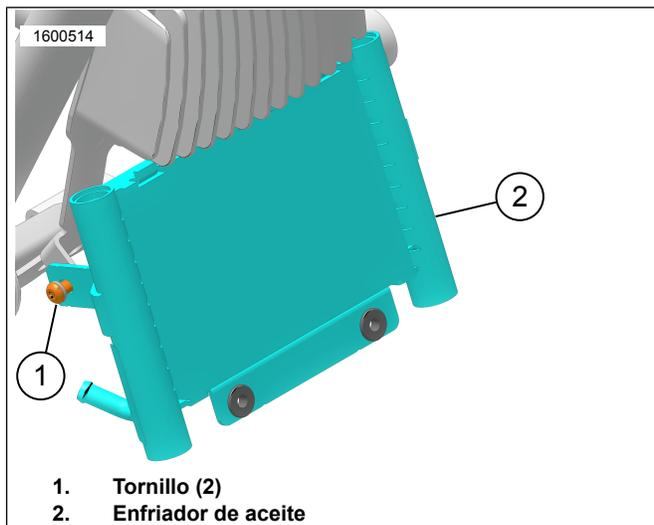

Figura 2. Tornillos del enfriador de aceite
2. Consulte la Figura 2. Retirar tornillos (1).
- a. Consulte la Figura 2. Instale y ajuste los tornillos (1). Par de ajuste: 11–13,5 N·m (97–119 in-lbs)